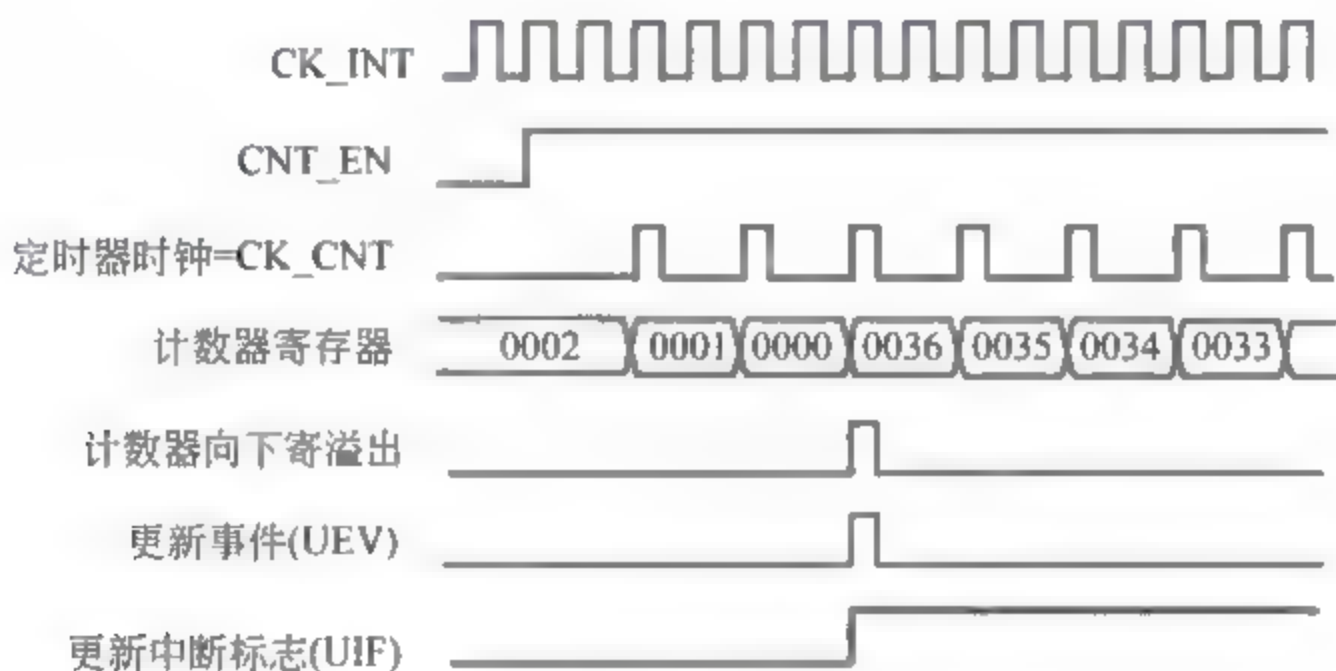

图 7-7 向下计数模式
(2) 向下计数模式: 在向下模式中,计数器从自动装入的值(TIMx_ARR 计数器的值)开始向下计数到 0,然后从自动装入的值重新开始,并产生一个计数器向下溢出事件和更新事件,如图 7-7 所示。